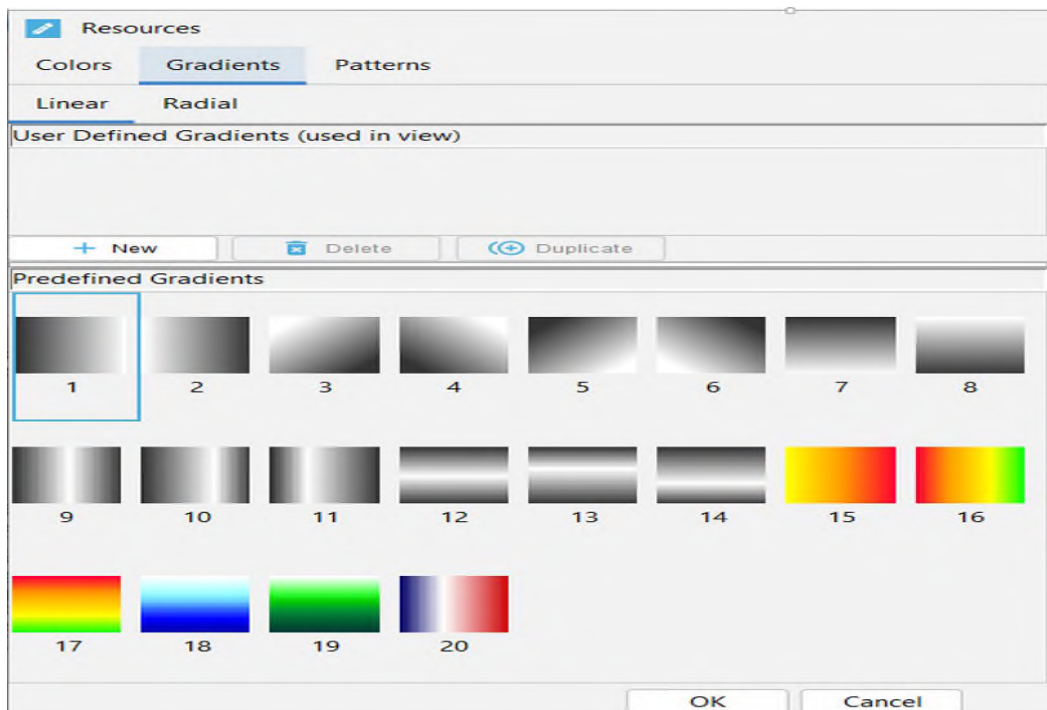

Рис. 1. Встановлення параметру *Resources* у середовищі *myDesigner*
**Побудова апарата.** У процесі графічної побудови мнемонічних схем, фізико-хімічні процеси, які протікають в апаратах не враховуються. У випадку процесів хімічної технології прийнято зображати окремі апарати певним графічним символом без врахування його реальних розмірів. Побудову такого зображення розберемо на прикладі колони. Як основа використовується графічний об'єкт «прямокутник» панелі інструментів рисування. Для естетичного оформлення об'єкту застосовується інструмент заповнення – *Fill*, пункт *Resources* (рис. 1).